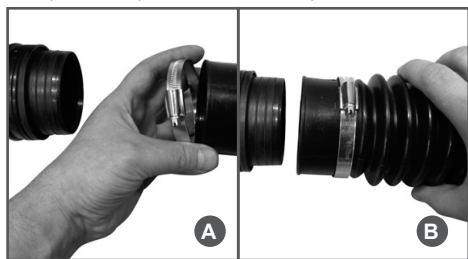

Рис. 3 Установка гибкой трубы
1. Наденьте на конец гибкой трубы с большим диаметром червячный хомут (Рис. 3А) и наденьте гибкую трубу с установленным хомутом на выходной патрубок корпуса опрыскивателя (Рис. 3В). Затяните хомут.